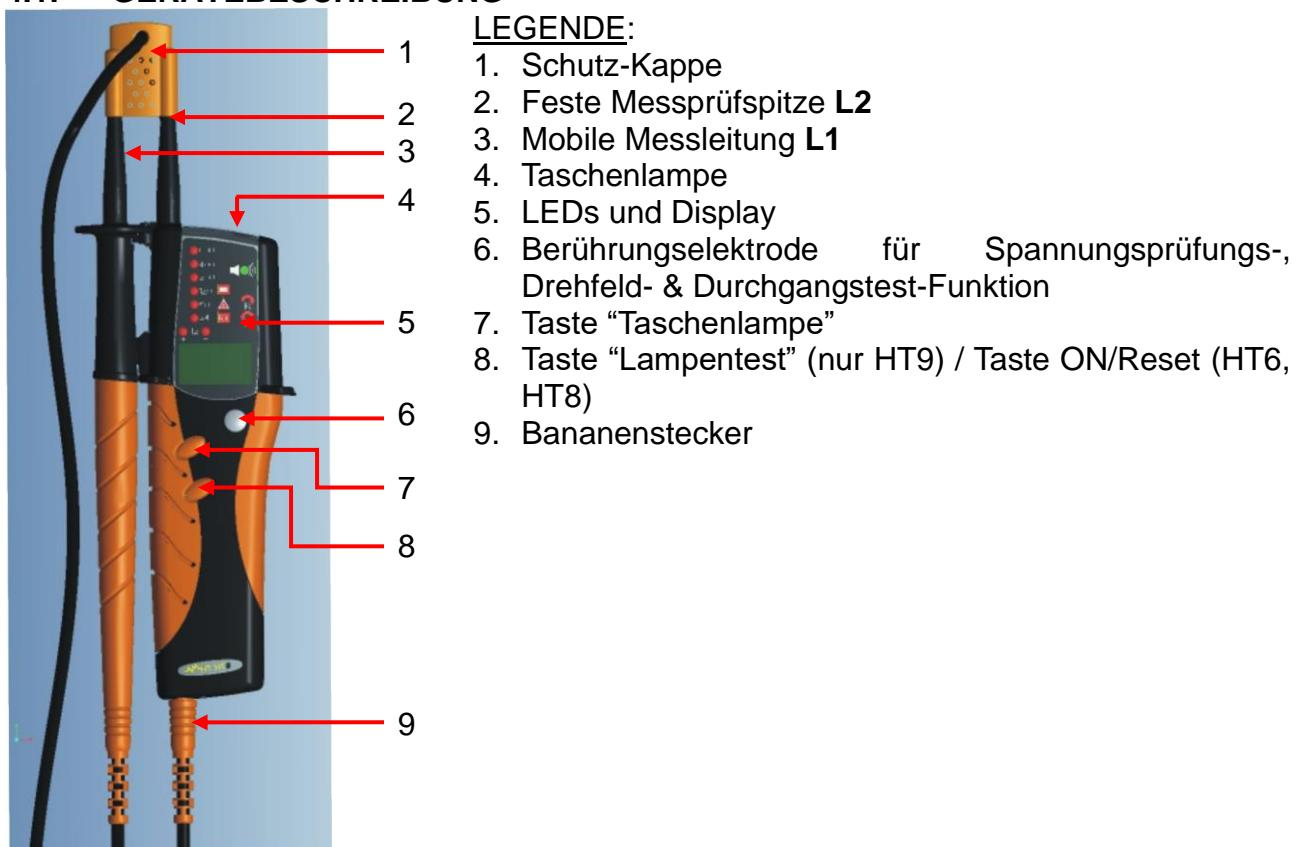

Abb. 1: Gerätbeschreibung
5. Wenn die Messung bei schwacher Umgebungsbeleuchtung durchgeführt wird, drücken Sie die Taste "Taschenlampe" (siehe Abb. 1 – Nr. 7) zur Aktivierung des weißen LED Strahlers
1. Berühren Sie den Kontakt "Elektrode" mit dem Finger (siehe Abb. 1 – Nr. 6).
4. Wenn die Messung bei schwacher Umgebungsbeleuchtung durchgeführt wird, drücken Sie die Taste "Taschenlampe" (siehe Abb. 1 – Nr. 7) zur Aktivierung des weißen LED-Strahlers.
1. Prüfspitze L2 (see Abb. 1 - point 2) an der Kathode der Diode, prüfspitze L1 (see Abb. 1 - point 3) an der Anode → LED Rx leuchtet und ein Signalton ertönt
3. Wenn die Messung bei schwacher Umgebungsbeleuchtung durchgeführt wird, drücken Sie die Taste "Taschenlampe" (siehe Abb. 1 – Nr. 7) zur Aktivierung des weißen LED-Strahler.
1. Berühren Sie mit der Prüfspitze L2 (siehe Abb. 1 – Nr. 2) das Glas oder den Sockel der Lampe
2. Drücken und halten Sie die Taste "Test" (siehe Abb. 1 – Nr. 8) während der ganzen Prüfung